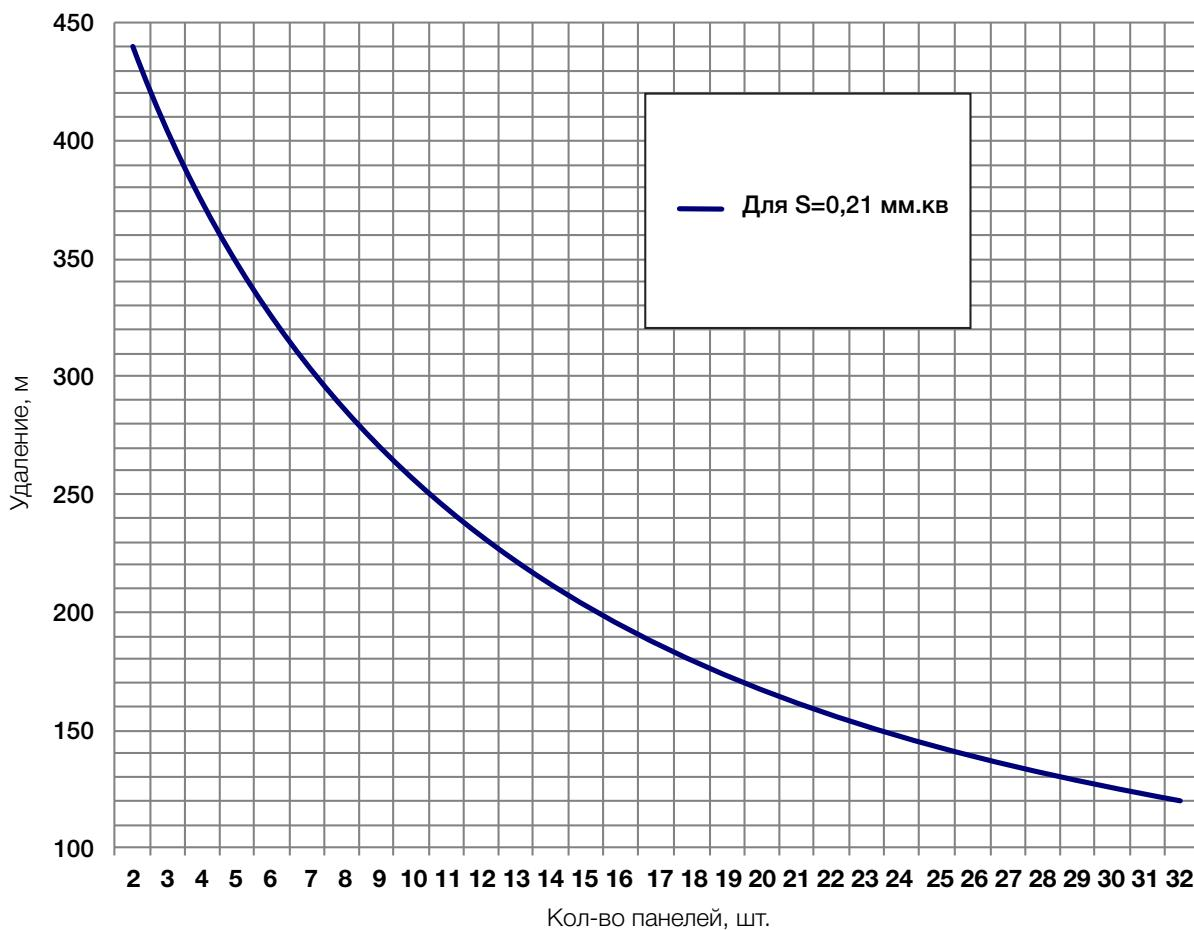

Рисунок 4 — Зависимость количества абонентских панелей от удаления для сечения жилы провода  $S = 0,21 \text{ мм}^2$
2.3.5 На графике, рис. 4 представлена зависимость количества абонентских панелей от расстояния.